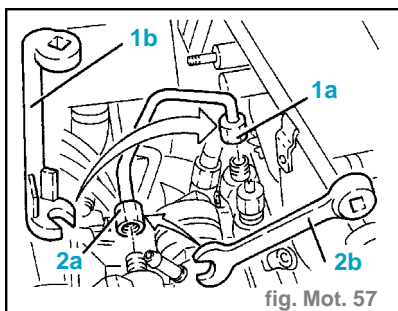

fig. Mot. 57
- Détacher du tube collecteur de retour du combustible le tube de retour (2) de la pompe de pression.
- Détacher le tube d'entrée du combustible (4) de la pompe de pression.
- Dévisser l'embout (1a) côté collecteur tuyau de la pompe de pression vers collecteur du combustible avec l'outil (1b) 1.870.672.000. (fig.Mot. 57)